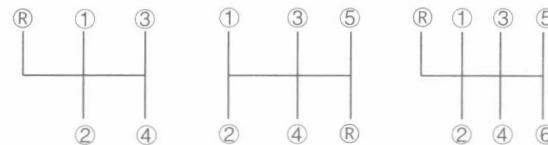

图1-13 手动挡变速器挡位
(2) 变速杆的操纵 如图1-13所示，手动挡变速器一般有4~6个前进挡，还设有倒挡和空挡。其中，前进挡又可分为低速挡、中速挡和高速挡。